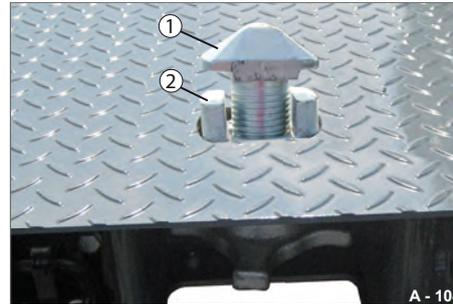

Abb. 157 Verriegelung ausgefahren
- ▶ Gleichzeitig die Spannmutter, den Drehzapfen (Abb. 157/1) anheben und drehen. Führungsbuchse (Abb. 157/2) kommt oben heraus.